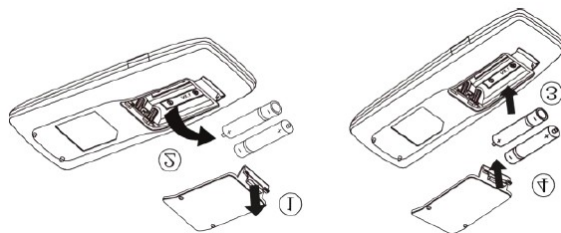

Рис. 5.2.
- Для извлечения батареек при замене сдвиньте крышку пульта управления в направлении стрелки (см. рис. 5.2), извлеките отработавшие батарейки и установите новые. Установите крышку пульта на место.